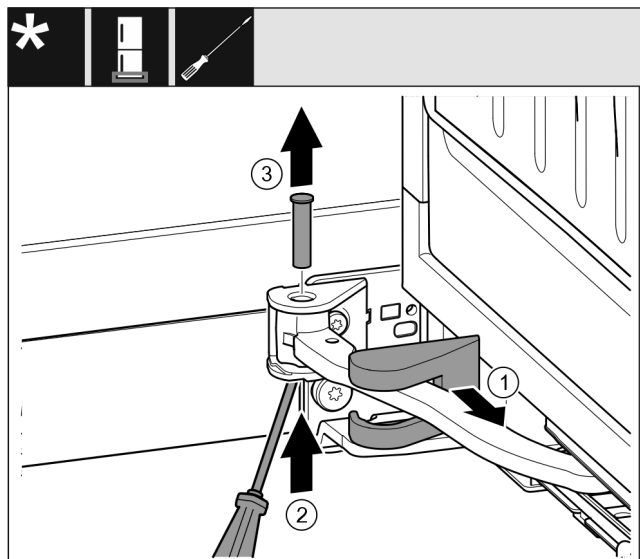

Fig. 15
- ▶ Lagerbockabdeckung Fig. 15 (1) abziehen und entlang des Gelenks verschieben.
- ▶ Bolzen Fig. 15 (2) mit Schraubendreher von unten anheben.
- ▶ Bolzen Fig. 15 (3) von oben herausziehen.